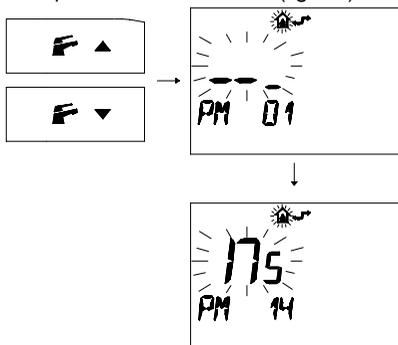

fig. 7.5
- 3 Premere i pulsanti  o  per visualizzare la programmazione "PM 14", Selezione della potenza di accensione. (fig. 7.5)
Nella fig. 7.5 si visualizza un SET programmato di 175 corrispondente ad una potenza impostata pari al 70% della potenza massima. Il campo di regolazione va da 0 a 255 (100%).